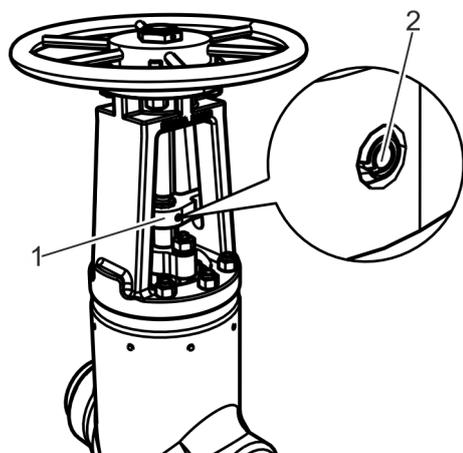

Fig. 26: Fixation du dispositif anti-rotation
15. ▶ Si un dispositif anti-rotation est présent : Monter le dispositif anti-rotation (Fig. 26/2).